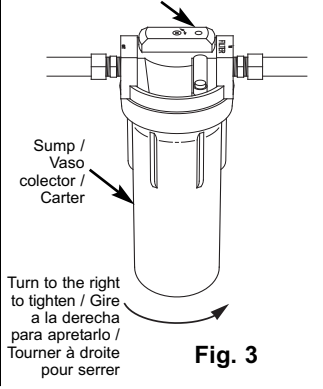

Fig. 3
8. Partially open a house faucet downstream of the filter housing. Then, turn the filter valve handle to the "FILTER" (ON) position (See Figure 3) and allow the filter housing to fill with water.
2. Tournez le carter vers la gauche pour le séparer de la tête (voir figure 3). Prenez garde, car le carter est rempli d'eau. Ne dégagez pas le grand joint torique.
8. Ouvrez partiellement un robinet situé en aval du filtre. Puis tournez la manette de robinet du filtre à la position « FILTRE » (ON) (voir figure 3) et laissez l'eau remplir le carter.